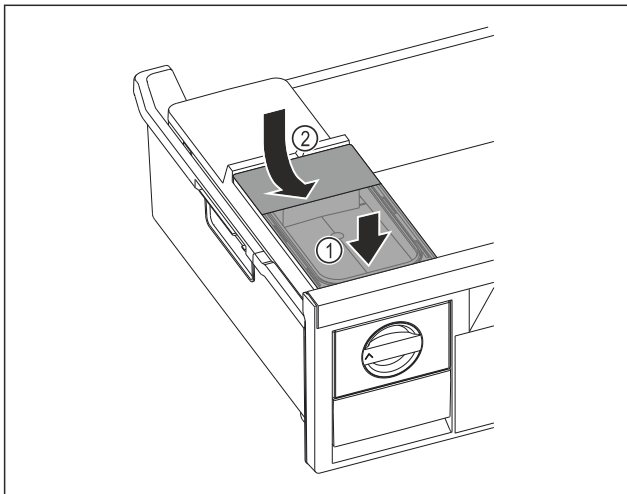

Fig. 104
- ▶ Поставете резервоара за вода отпред. Fig. 104 (1)
- ▶ Спуснете резервоара за вода отзад. Fig. 104 (2)